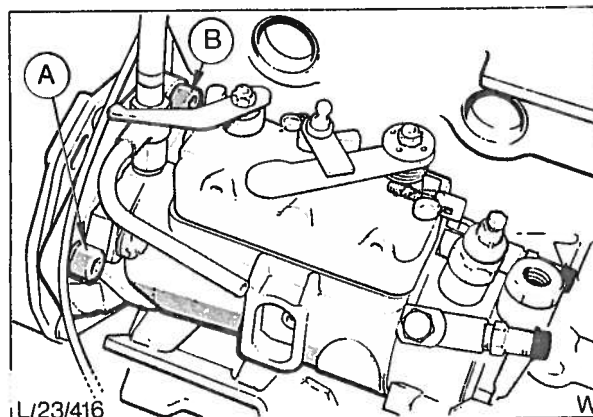
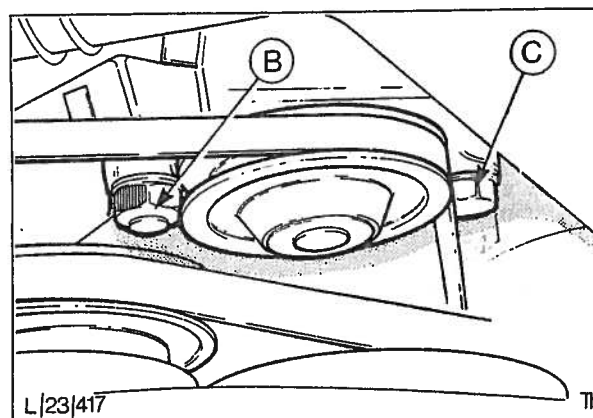

Fig. 39 Pumpens festebolter.
Fig. 40 Pumpens festebolter.
- (a) Midtre venstre (A i fig. 39) skrus ut med en umbrakonøkkel.
- (b) Øvre (B i fig. 39 og 40) skrus ut ved å holde en umbrakonøkkel bak (fig. 39) og dreie mutteren (fig. 40) med en åpen fastnøkkel.
- (c) Nedre (C i fig. 40) demonteres forfra ved bruk av en stjerneskjelle.